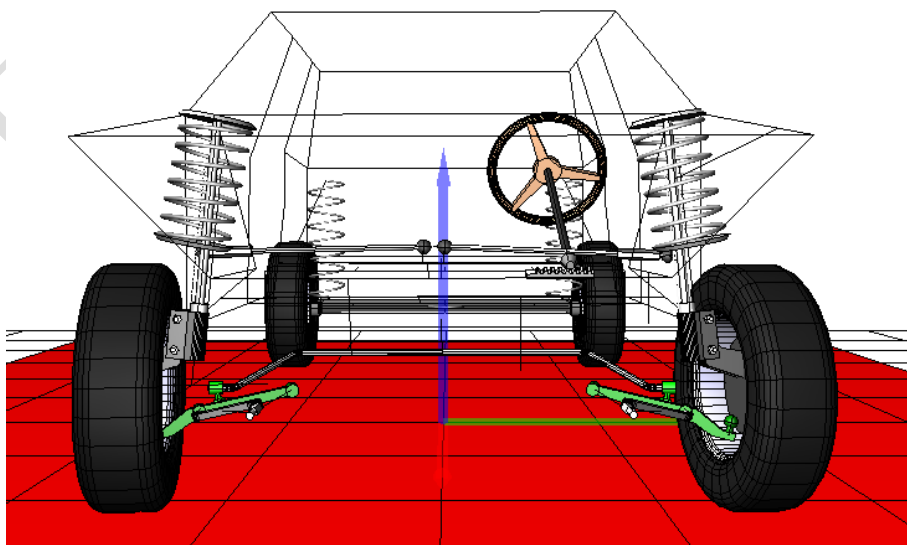
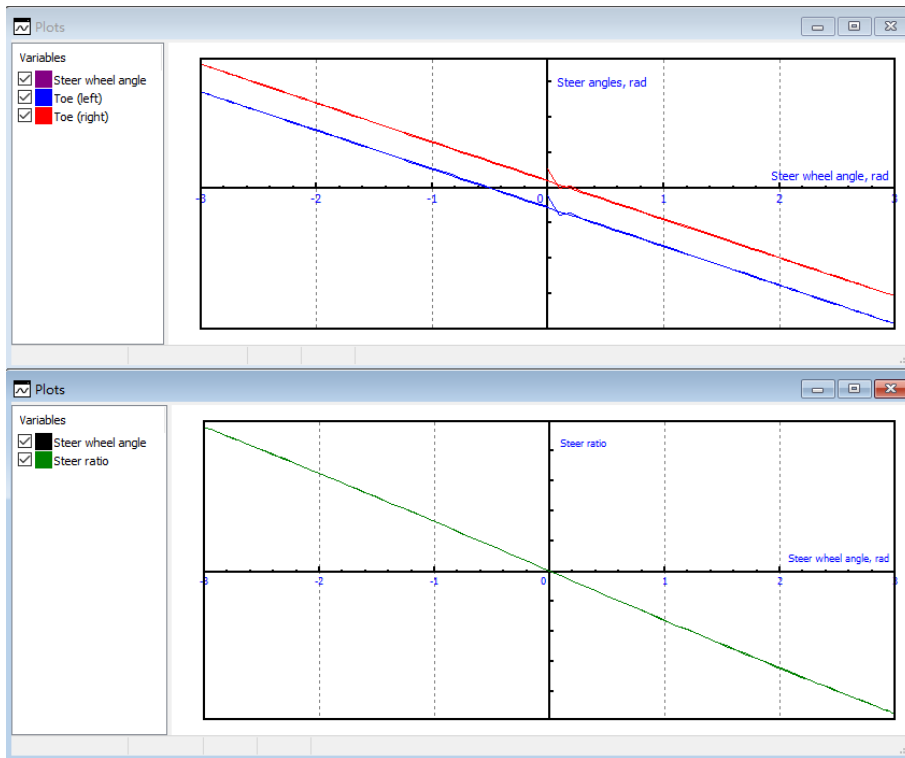

图 1.10
图 1.11
5. 点击 **Integration**，开始仿真，仿真过程和结果如图 1.10 和图 1.11 所示。